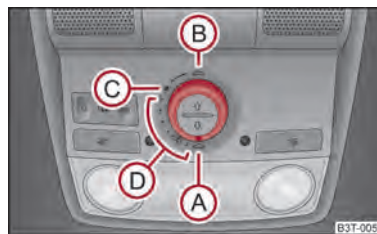

Abb. 31 Drehschalter für das Panorama-Schiebedach
Das Panorama-Schiebedach mit Sonnenschutzrollo können Sie nur bei eingeschalteter Zündung mit dem Drehschalter bedienen → Abb. 31. Der Drehschalter hat mehrere Stellungen.
- Drehen Sie den Schalter in Stellung **(C)** → Abb. 31.
- Drehen Sie den Schalter in Stellung **(A)** ⇒ Abb. 31.